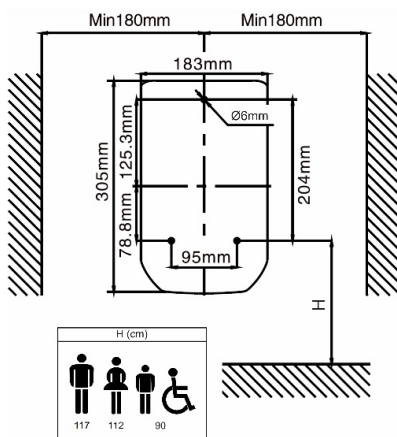

Fig. 3
- (Fig. 3) Stellen Sie sicher, dass der Installationsort die angegebenen Mindestabstände einhält. Wir empfehlen, die Höhe, in der Sie das Gerät installieren, zu variieren, je nachdem, ob Sie es für die Verwendung in einer Herren- oder Damen- oder behindertengerechten Toilette installieren möchten.
- Entfernen Sie, wie in Fig. 2 gezeigt, die Befestigungsschraube (9) mit einem Schraubendreher von der Unterseite des Geräts, ziehen Sie die Montagekonsole (6) nach unten ab und bohren Sie 3 Löcher (Ø6 mm) ca. 30 mm Tiefe, gemäß der Bohrschablone (Fig. 3)